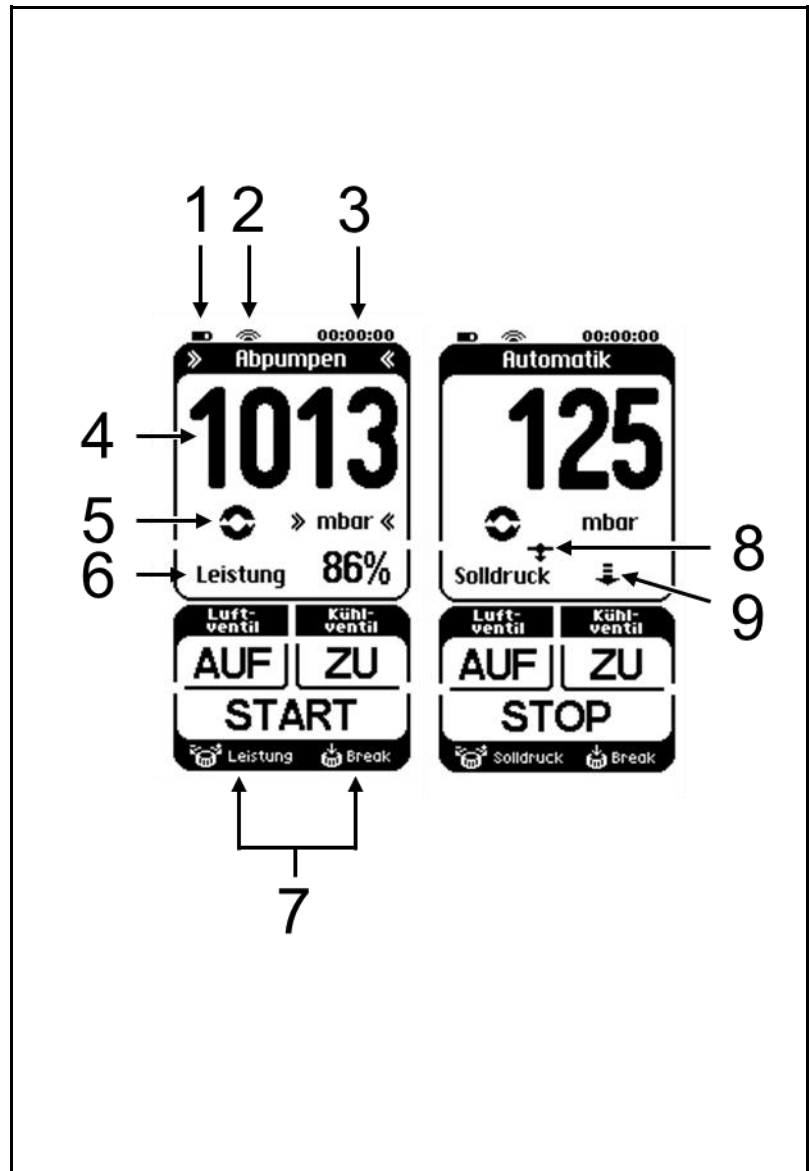
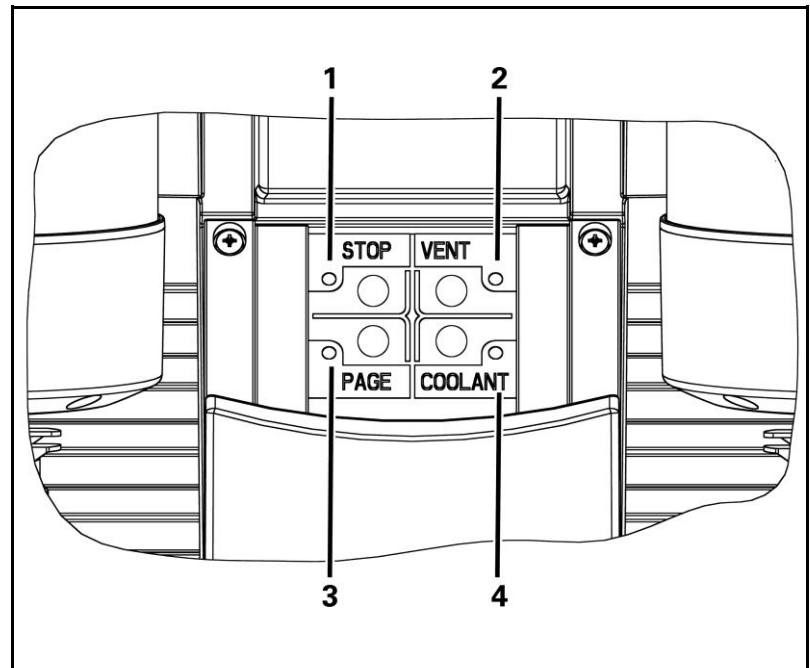

Abb. 8: Anzeigen am Touchscreen
Abb. 15: Tasten am Vakuumpumpensystem
- Anzeige der wichtigsten Prozessgrößen (Abb. 8, Seite 25);
Wird im Display des Hand-Terminals das Kreissymbol für den aktiven Prozess (Abb. 8/5, Seite 25) gedrückt, blinkt am Vakuumpumpsystem die LED neben der Paging-Taste (Abb. 15, S. 33).
Bei abgenommenem Hand-Terminal können folgende Aktionen direkt am Vakuumpumpensystem vorgenommen werden (Abb. 15):